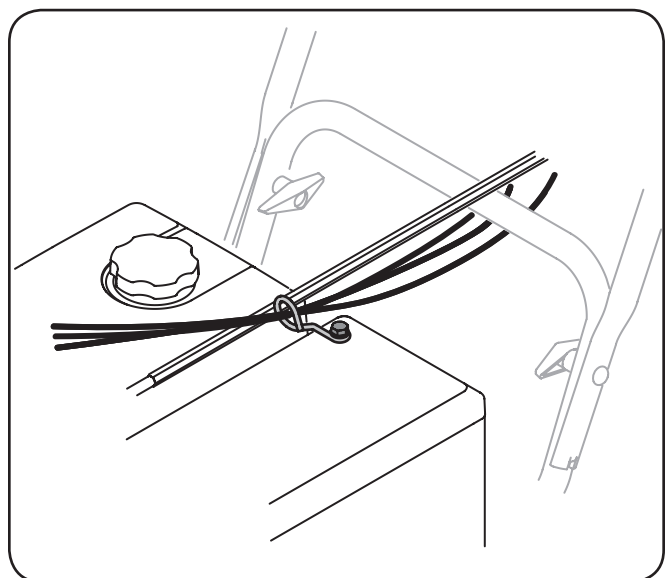

Figura 3-17
9. Controle que todos los cables estén adecuadamente dirigidos a través de la guía de cables de la parte superior del motor. Algunos modelos tienen sólo un cable para dirigir por la guía de cable. Vea la Figura 3-17.